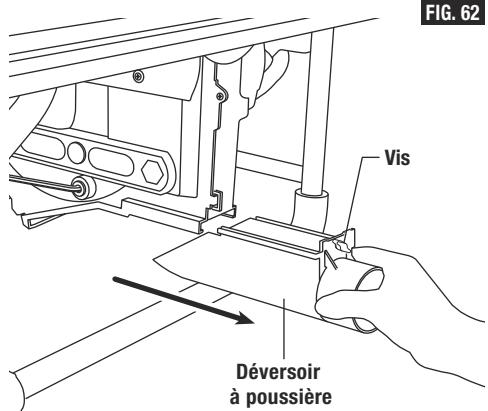

FIG. 62
1. Desserrez la vis de retenue du déversoir à poussière (Fig. 62).